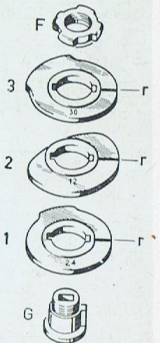

Abb. 62
- Man wählt die erste Scheibe aus und setzt sie auf die Kurvenschleibenträgerbuchse « G » (Abb. 62). Die mit der Nummer versehene Seite der Scheibe muss dabei nach oben zeigen.